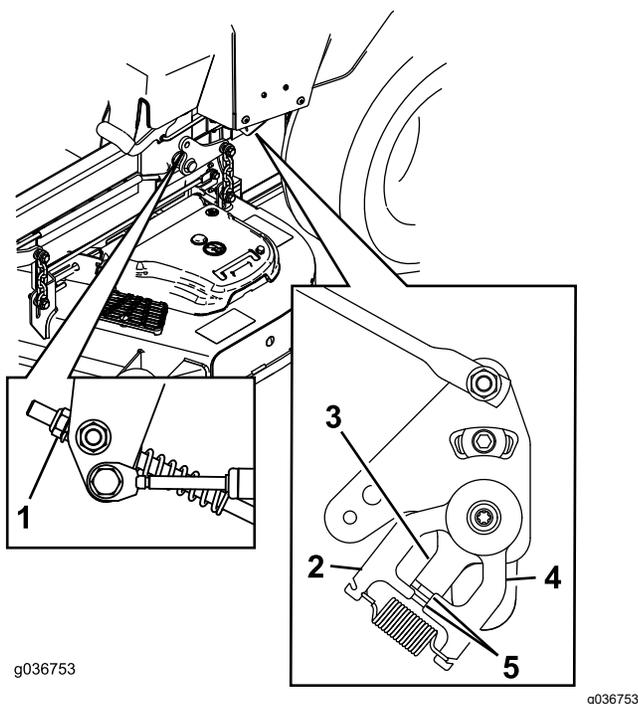

Рисунок 64
11. Отрегулируйте длины штоков управления насосами, повернув гайку в соответствующем направлении так, чтобы колеса медленно вращались в обратном направлении (**Рисунок 63** и **Рисунок 64**).